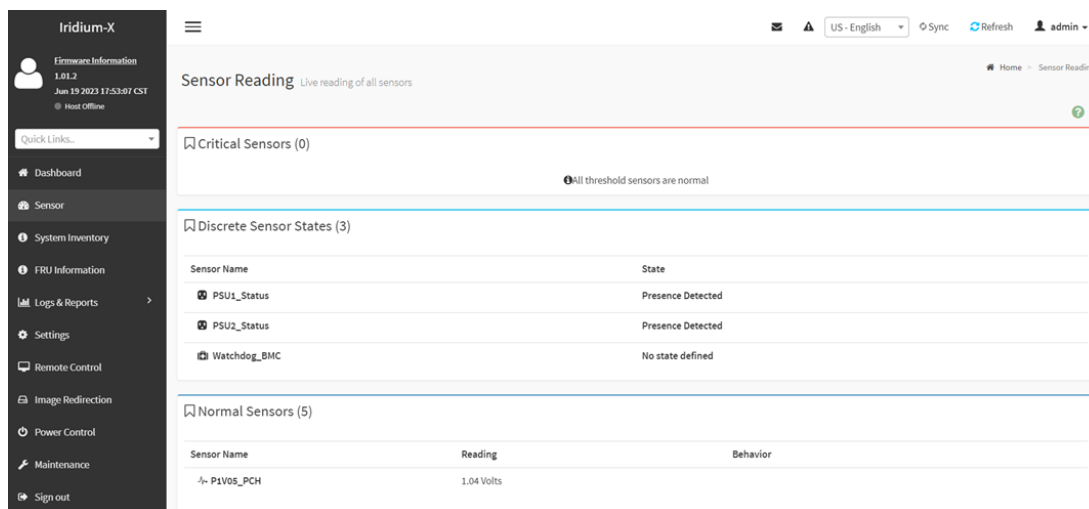

Рисунок 35 - Раздел главного меню «Sensor Reading»
1) Раздел главного меню «Sensor Reading» выводит информацию с разнообразных датчиков, которыми оснащен сервер, таких как: температуры, скорости вращения вентиляторов, напряжения, энергопотребления (см. Рисунок 35). Список датчиков разделен на три раздела, в зависимости от текущих показаний: